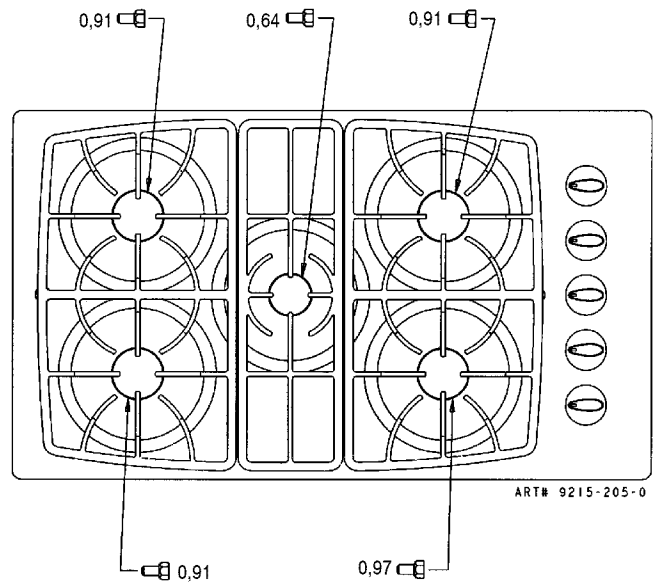

FIGURE 9
- Étape 4 :** Trouver le paquet de raccords à orifice GPL attaché au fond de l'appareil. Les raccords ont un nombre estampillé en petits chiffres sur le côté. Ce nombre est un code du diamètre de l'orifice et de l'emplacement du brûleur qui lui convient. Les figures 9 et 10 montrent l'emplacement correct d'un raccord à orifice pour GPL.